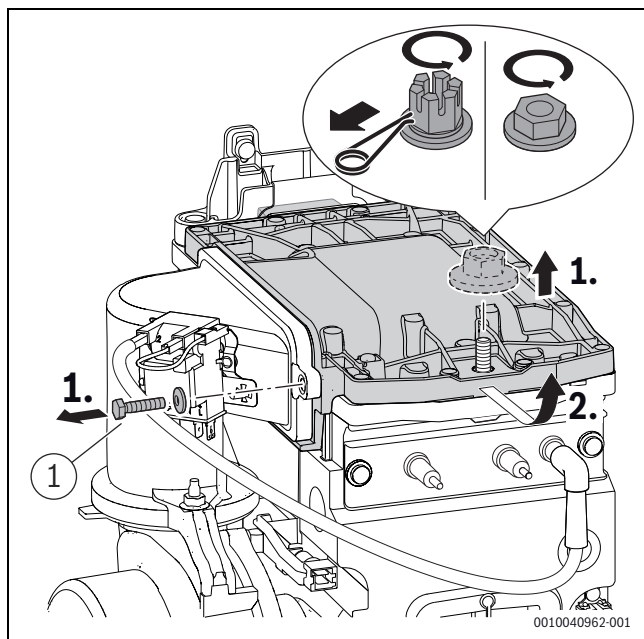

Fig. 203 Démontez le couvercle du brûleur
- Serrer la vis à gauche du capot de brûleur ([1], fig. 203) à 5,5+0,5 Nm.